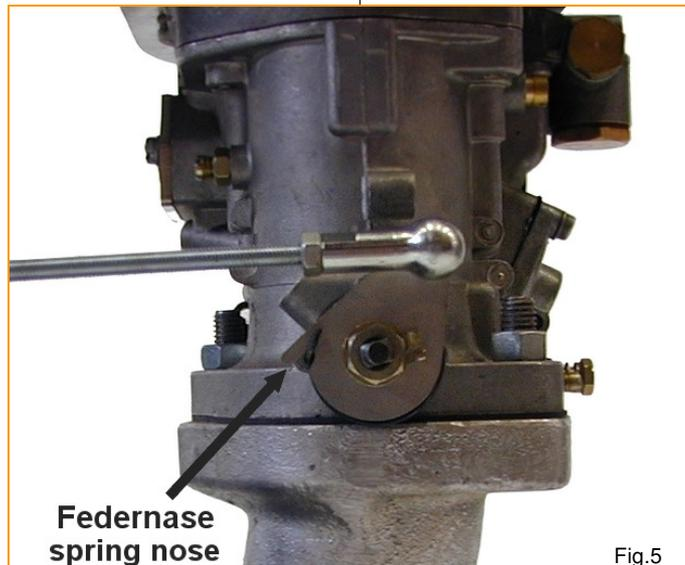

Fig.5
- Assemble the throttle control lever with the spring nose on to the shaft of the left-hand carburetor. (Fig.5)
- Montieren Sie den Drosselklappenhebel mit der Federnase auf die Welle des linken Vergasers. (Fig.5)